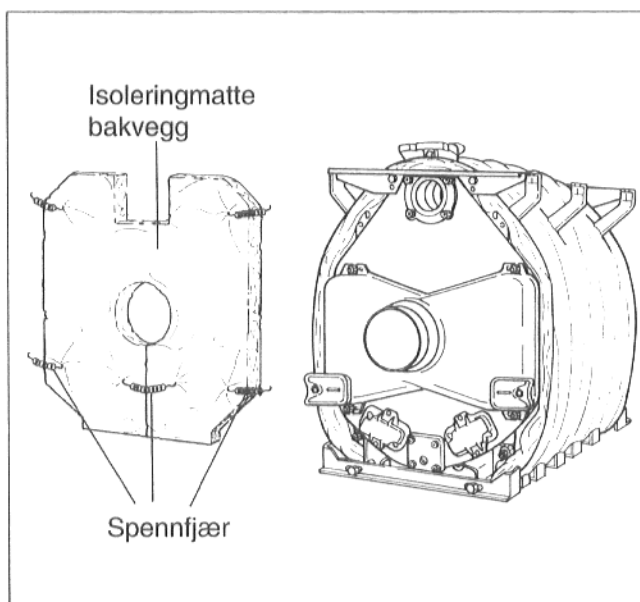

Fig. 34
- Isoleringsmatten til bakveggen på kjelen har utsparring for kjelens returledning og røkgasstuss settes på plass (Fig. 34).
- Bakveggens isoleringsmatte festes til kjeleblokkens isolering med 4 spennfjærer (Fig. 34).
- Slissen under røkgasstussen lukkes med en spennfjær (Fig. 34).